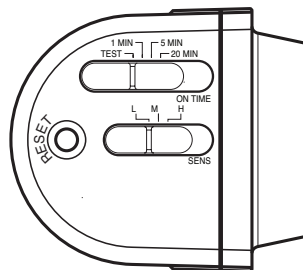

Figura 7
- Si lo monta en un alero, monte el aparato con detector de espaldas a la pared de la casa. Gire el detector de modo que los controles en la parte inferior del detector (vea la Figura 7) miren hacia el suelo.
2. Deslice el interruptor de sensibilidad (SENS) a la posición "L" y el interruptor ON-TIME a la posición TEST (vea la Figura 7).
- Botón de reinicio (vea la Figura 7): use un clip para papel para presionar el botón DE REINICIO por 15 segundos para reiniciar la luz.